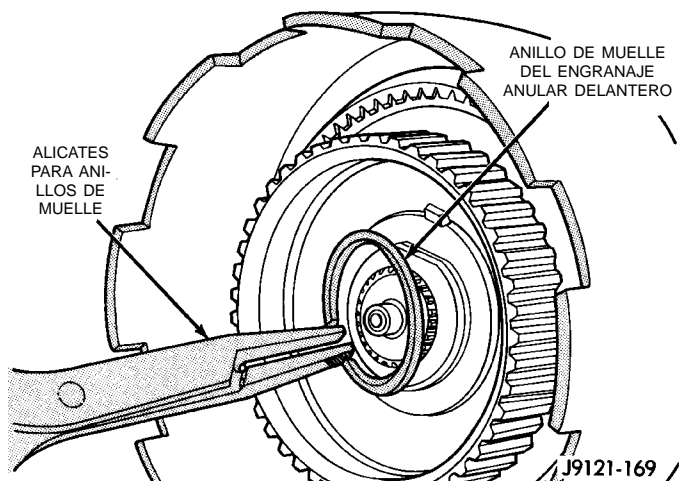

Fig. 194 Instalación del anillo de muelle del engranaje anular delantero
(20) Instale el anillo de muelle del engranaje anular delantero (Fig. 194). Utilice alicates para anillos de muelles para evitar deformar el anillo durante la instalación. Asegúrese también de que el anillo asiente completamente.